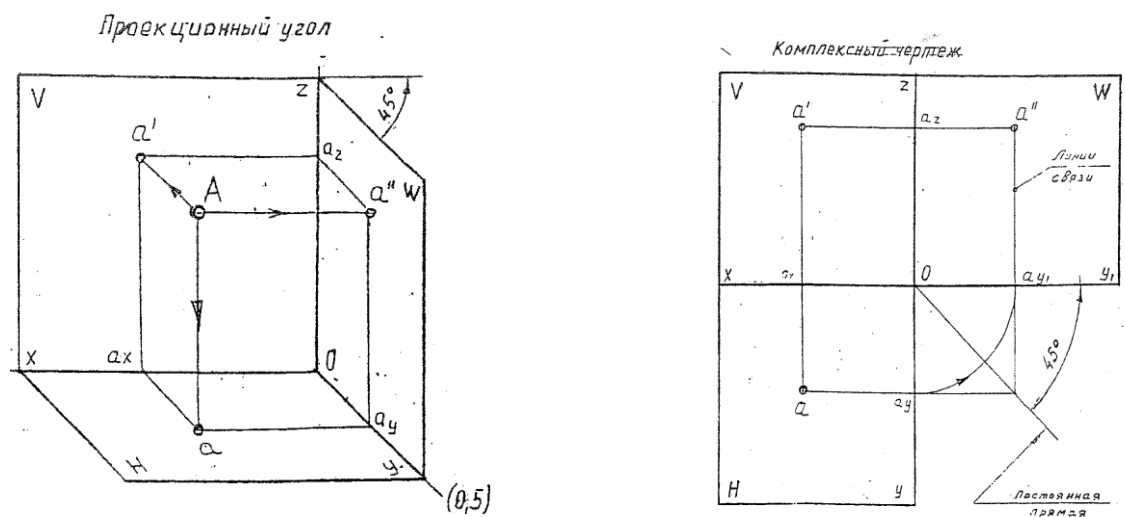

Рисунок 14 - Проекция точки
Комплексный чертёж, или эпюр Монжа (рис.14) - это чертёж, полученный прямоугольным проецированием точек или предмета на несколько взаимно перпендикулярных плоскостей проекций, а затем совмещением плоскостей проекции с одной плоскостью.
3. В конспекте начертить три плоскости проекции, как показано на рис. 14.